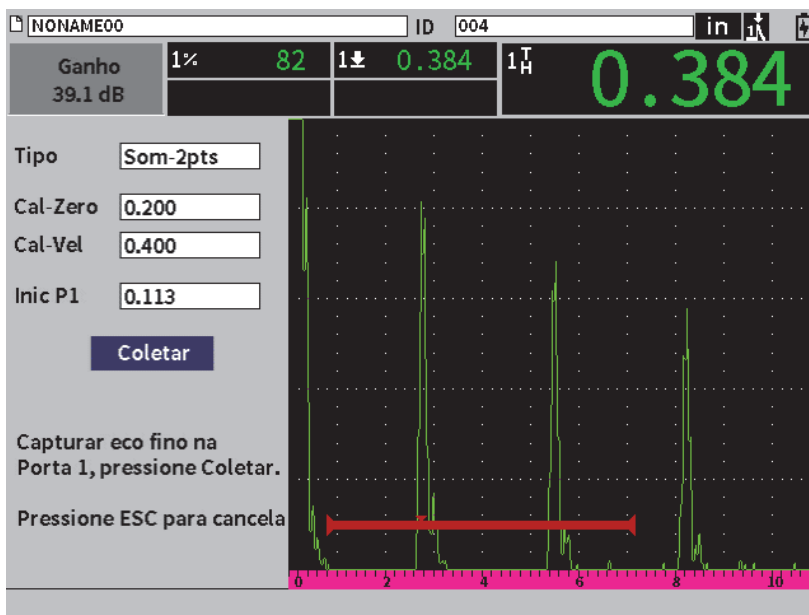

Figura 8-6 Calibração — Pronto para coletar eco espesso
9. Pressione a tecla Tab para selecionar o botão **Coletar** e, em seguida, pressione a tecla Enter para capturar o eco fino (veja Figura 8-6 na página 120).
12. Pressione a tecla Tab para selecionar o botão **Coletar** (veja Figura 8-6 na página 120).